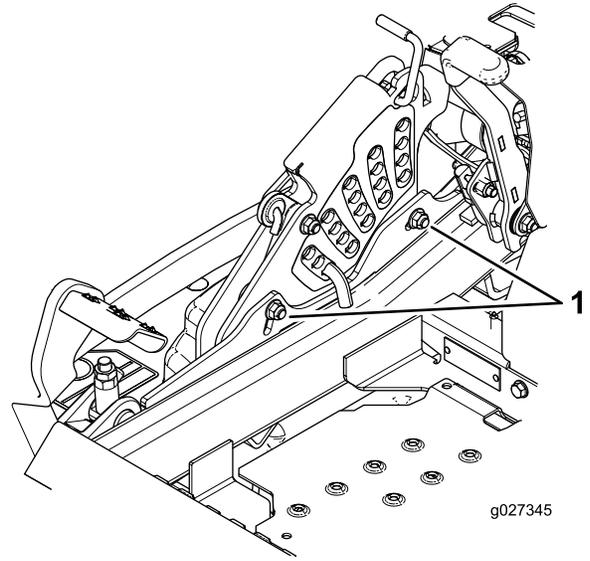

Figure 99
11. Pour régler le système monopoint, desserrez les 2 boulons au bas de la plaque de hauteur de coupe (Figure 99).
13. Serrez les 2 boulons au bas de la plaque de hauteur de coupe (Figure 99).